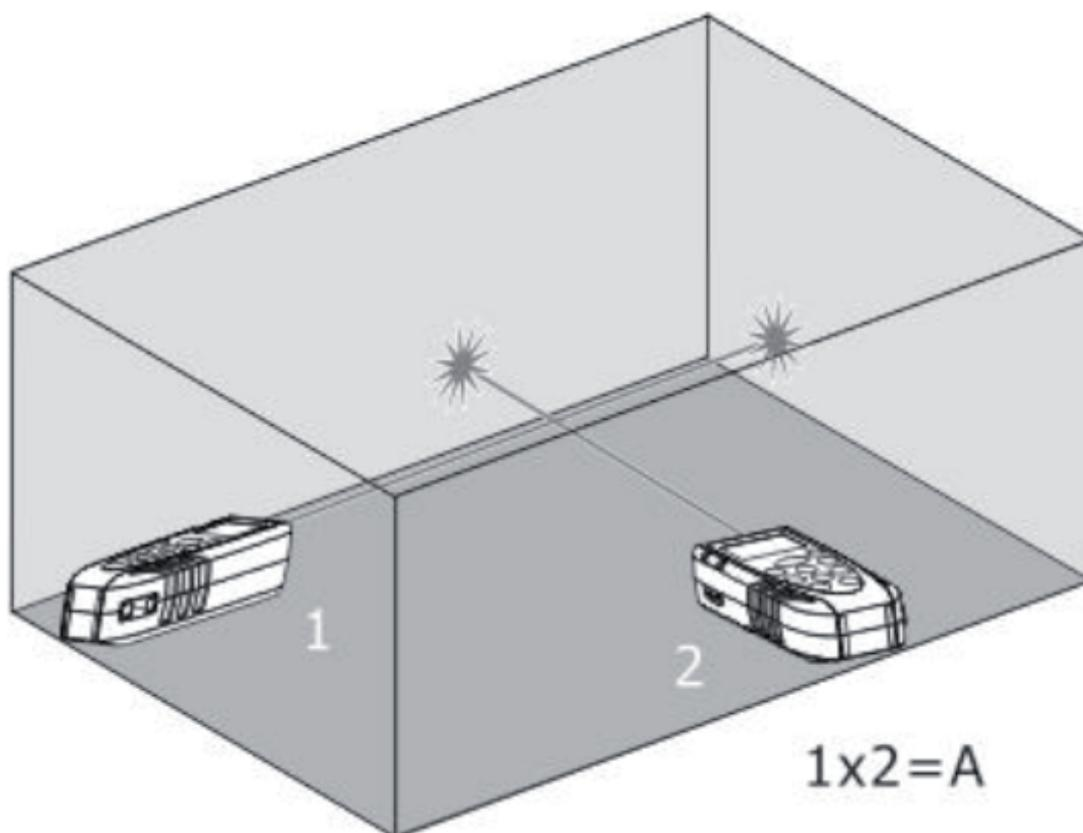

Fig. 5: Exemplo de medição de Área
3. Premir o botão  para efetuar a primeira medição (comprimento) da superfície em análise (ver Fig. 5). O valor correspondente é inserido no primeiro display parcial. O símbolo "" é apresentado no display com o lado "2" intermitente
4. Premir novamente o botão  para efetuar a segunda medição (largura) da superfície em análise (ver Fig. 5). O valor correspondente é apresentado no segundo display parcial enquanto o valor total da área (actualizado) é indicado no display resultante